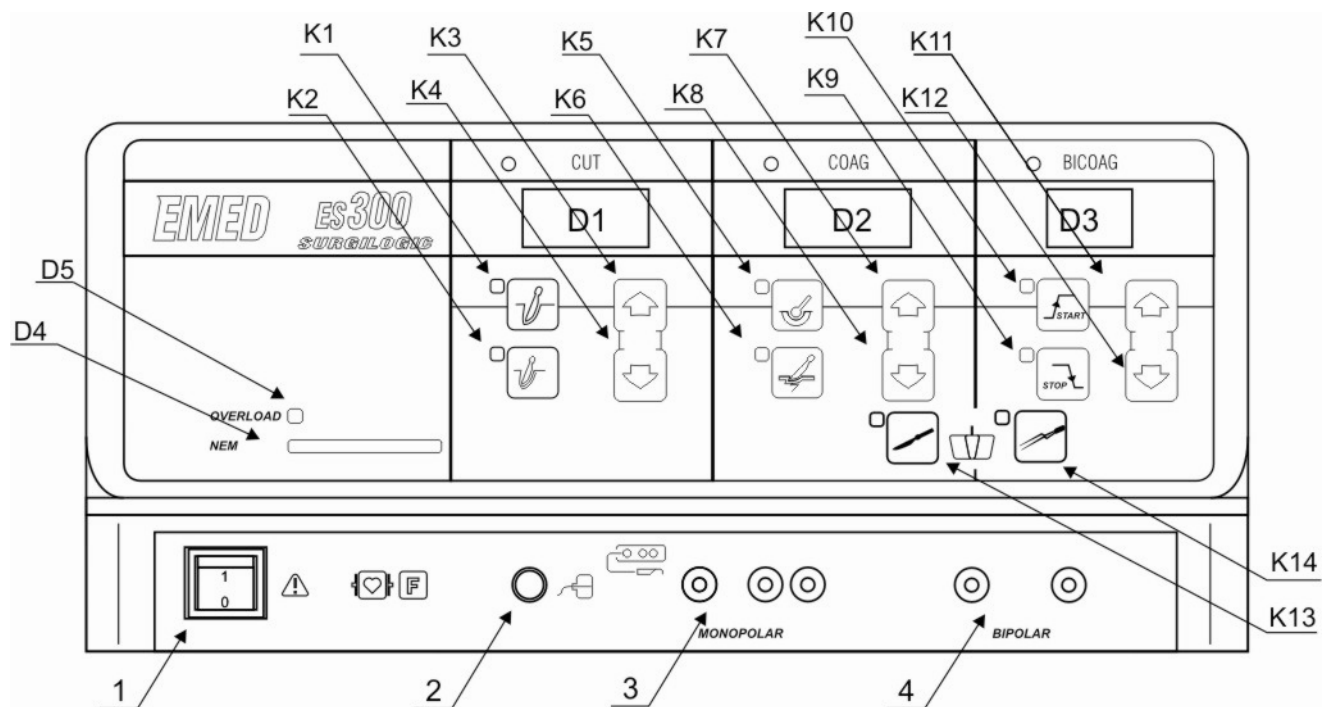

Рис. 3. Элементы контрольной панели аппарата «ES300».
Гнездо-разъем электрода **нейтрального** (рис. 3, п. 2) выполнено согласно стандарта компаний «BERCHTOLD»[®]/«MARTIN»[®]:
Гнездо-разъем электрода **рабочего монополярного** (рис. 3, п. 3) выполнено согласно стандарта т.нз. 3-штыревого (изготовления компаний «ERBE»[®], «ValleyLab»[®] и др.).
Гнездо-разъем **биполярное** (рис. 3, п. 4) выполнено согласно стандарта компании «ValleyLab»[®].
На **передней панели** корпуса расположены (**рис. 3**):
Включение аппарата осуществляется кнопкой включения/выключения питания от сети **1** (**рис. 3**). Допускается подключение инструментария ко включенному аппарату с соблюдением соответствующих правил техники безопасности. При этом следует особое внимание уделить предотвращению случайного включения генератора в результате нажатия кнопки или педали.
В монополярном режиме аппарат контролирует целостность цепи нейтрального электрода. Качество подключения нейтрально электрода отображается на линейке из 8 диодов **D4** (рис. 3).
- Одноэлементный электрод нейтральный многоразовый (резиновый) не обладает способностью контроля плотности прикрепления, т.е. прилегания к телу пациента. Контролируется только корректность подключения электрода к аппарату. При корректном подключении нейтрального электрода все диоды линейного индикатора светятся **D4** (рис. 3).
При перегрузке аппарата загорается контрольная лампочка **D5** (рис. 3) красного цвета. При этом требуется приостановка процедуры до того момента, пока не погаснет лампочка (прибл. 30 сек.). При попытке дальнейшего рассечения или коагуляции раздается импульсный, немодулированный звуковой сигнал, предупреждающий о перегрузке аппарата.